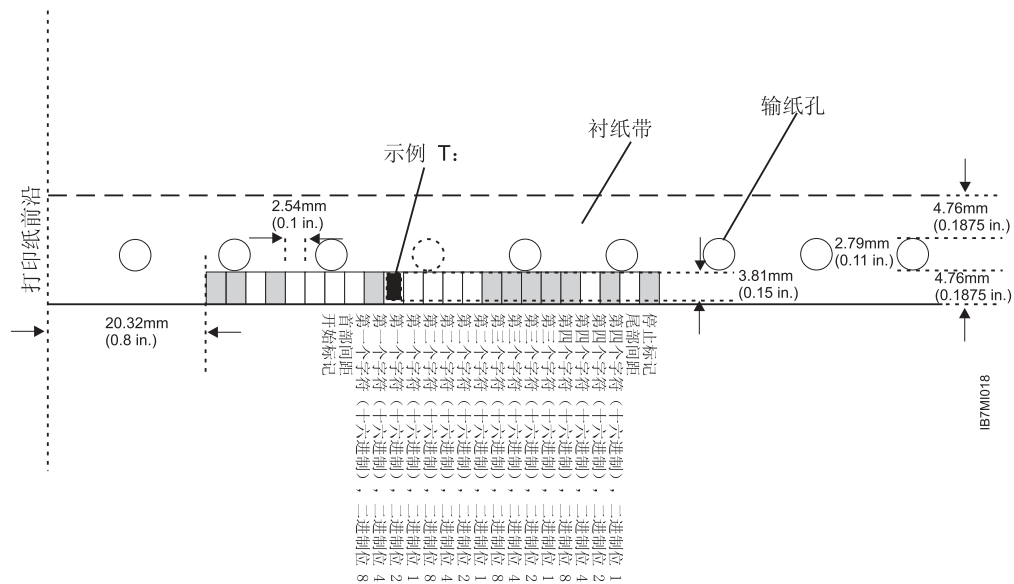

图 117. 条形码尺寸
条形码的大小和位置必须与第 311 页的图 117 中描述的相一致。必须遵守以下标准:
- 每一条形码线段长 (处理方向) 应该为 2.54 ± 0.02 毫米 (0.1 ± 0.00096 英寸), 宽 (扫描方向) 为 4.76 ± 0.793 毫米 (0.1875 ± 0.03125 英寸)。在宽度上要有任何减少, 必须在打印纸的边处进行。(请参阅第 311 页的图 117 中的示例 T。)
- 在打印纸边缘到条形码之间允许有最大 0.95 毫米 (0.0375 英寸) 未打印区域, 如第 311 页的图 117 中描述的示例 T 所示。(如有可能, 条形码应该打印至打印纸的边缘。)